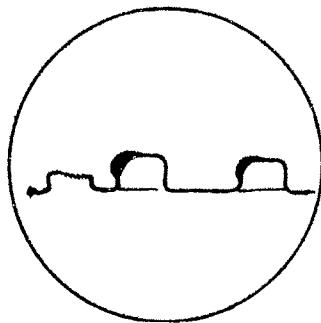

Fig 13.
37. Ställ in TRIGGERING LEVEL så att triggingsgränsen uppnås. Kontrollera detta genom att iakttaga pulsen på kontakt E, eller huvudsändarens puls i mottagarens utgång. Se fig 13.